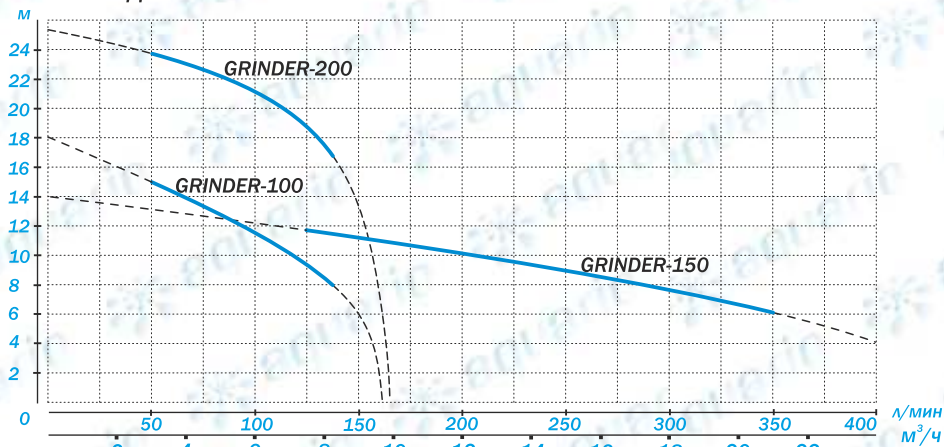

рис. 2
- Эксплуатация насоса должна осуществляться в пределах рабочего диапазона его расходно-напорной характеристики (рис.2).